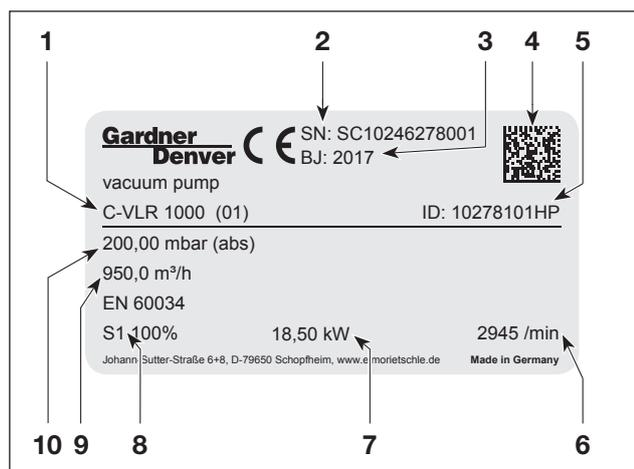

Fig. 3 Targhetta dati (esempio)
- a) I dati elettrici del motore sono indicati sulla targhetta dati (Fig. 3/N) o sulla targhetta dati motore (Fig. 3/P₁). I motori sono conformi a DIN EN 60034 e sono eseguiti con classe di protezione IP 55 e classe isolamento F. Lo schema di collegamento è situato nella morsettiera del motore (non si applica nella versione con collegamento a spina). I dati del motore devono essere confrontati con quelli della rete di alimentazione usata (tipo corrente, tensione, frequenza di rete, amperaggio ammesso).